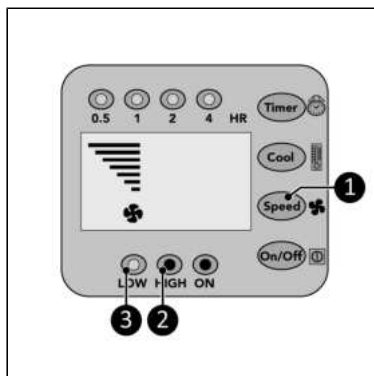

Figura 29.
1. Apăsăți tasta Viteză (Figura 29, poz. 1) setați în mod repetat viteza dorită:
Ridicat: indicator ridicat (Figura 29, poz. 2) se va aprinde și graficul vitezei va afișa 7 bare.
° Scăzut: indicator de nivel scăzut (Figura 29, poz. 3) se va aprinde și graficul vitezei va afișa 4 cearșafuri